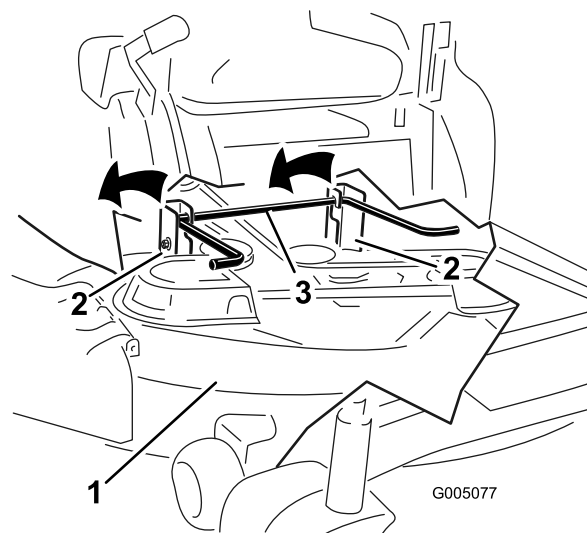

Figura 46
5. Eleve la plataforma del cortacésped y desenganche la varilla de elevación trasera de los soportes, y baje el cortacésped con cuidado al suelo (Figura 46).
5. Eleve la parte trasera de la plataforma del cortacésped y coloque los soportes sobre la varilla de elevación trasera (Figura 46).